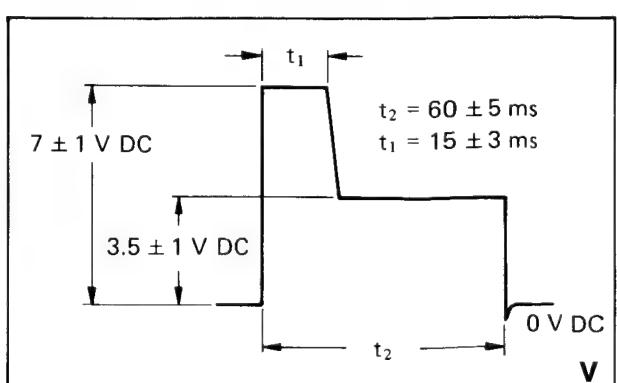

Bild 3-11
2. Oszilloskop an TP 14 und mit R 149 Gesamtimpulsbreite auf $t = 60 \text{ ms}$ einstellen (Bild 3-11).